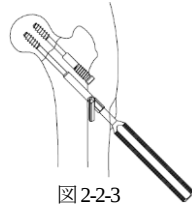

図 2-2-3
- 2) フランジ部が骨面より浮き、適位まで挿入できない場合は、ガイドピンを取り外した後、フランジインパクトを用いて骨面に密着させます。(図 2-2-3)